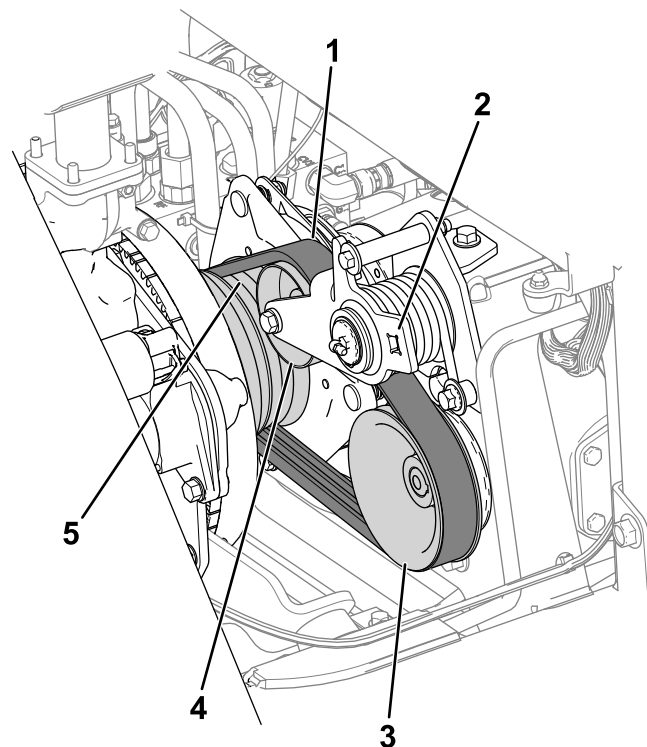

図 78
3. もう一人がベルトを、エンジンプリー、アイドラプリー、ポンププリーに取り付ける 図 78。